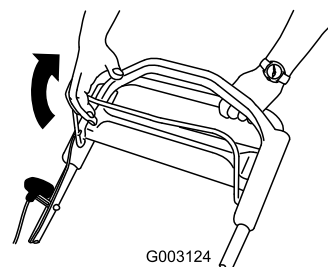

Figure 16
1. Serrez la barre de commande de la lame contre le guidon (Figure 16).